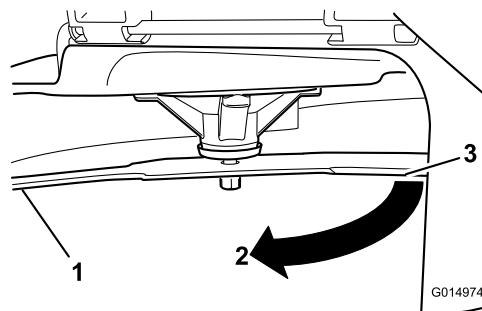

Рисунок 63
3. Измеренное расстояние между ножом и поверхностью (A)
4. Поверните тот же нож на 180 градусов, чтобы теперь его противоположная режущая кромка была в том же положении (Рисунок 63).